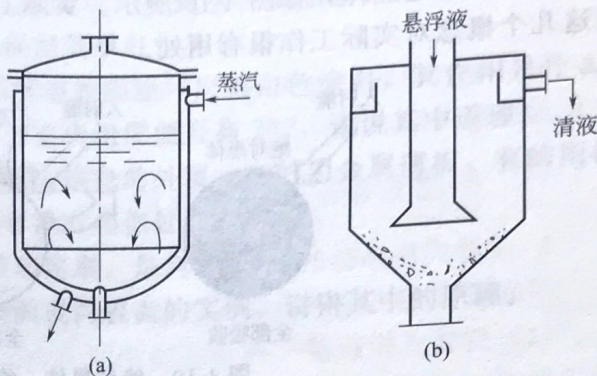

图 4-8 例题 4-2 图
① 图 4-8(a) 是夹套换热器的示意图，试分析其换热情况，并用箭头标出器内液体的流动方向。
② 沉降器的作用是固-液分离，如图 4-8(b) 所示。当所处理的悬浮液温度高于外界气温时，就要求沉降器的外壁有良好的保温措施，这是为什么？
解 ① 如图 4-8(a) 所示，蒸汽在夹套内放热，首先将靠近器壁的液体加热。这部分液体受热，温度升高，密度减小，向上流动；器内中间的液体则向下流动，形成如图箭头所示的自然对流传热，从而使换热器内液体温度均匀。由于流体传热膜系数较小，为了提高传热效率，常在器内装上搅拌器，以使器内液体处于强制对流状态，强化传热效果。